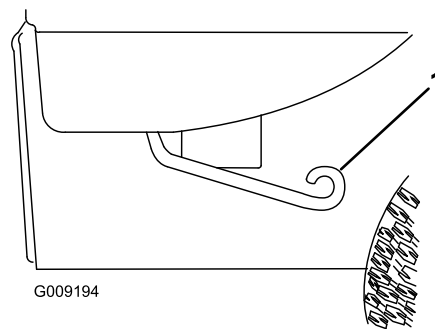

Figure 17
1. Levez le levier de chaque côté du plateau et relevez le plateau (Figure 17).